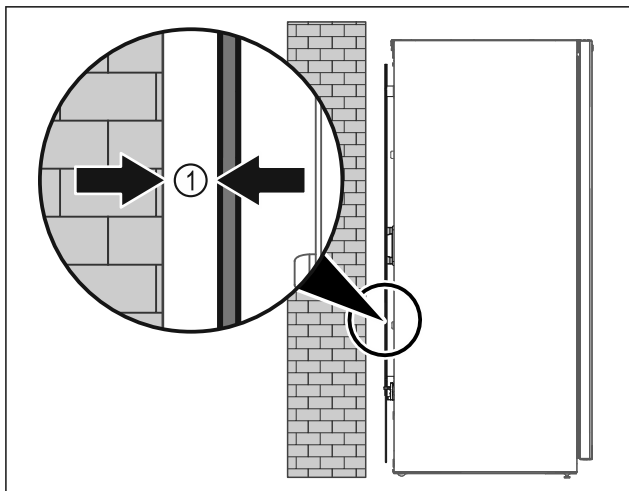

Fig. 7
- ▶ Поставете уреда свободностоящ в помещението или директно на стената на минимално разстояние от 5 mm Fig. 7 (1).